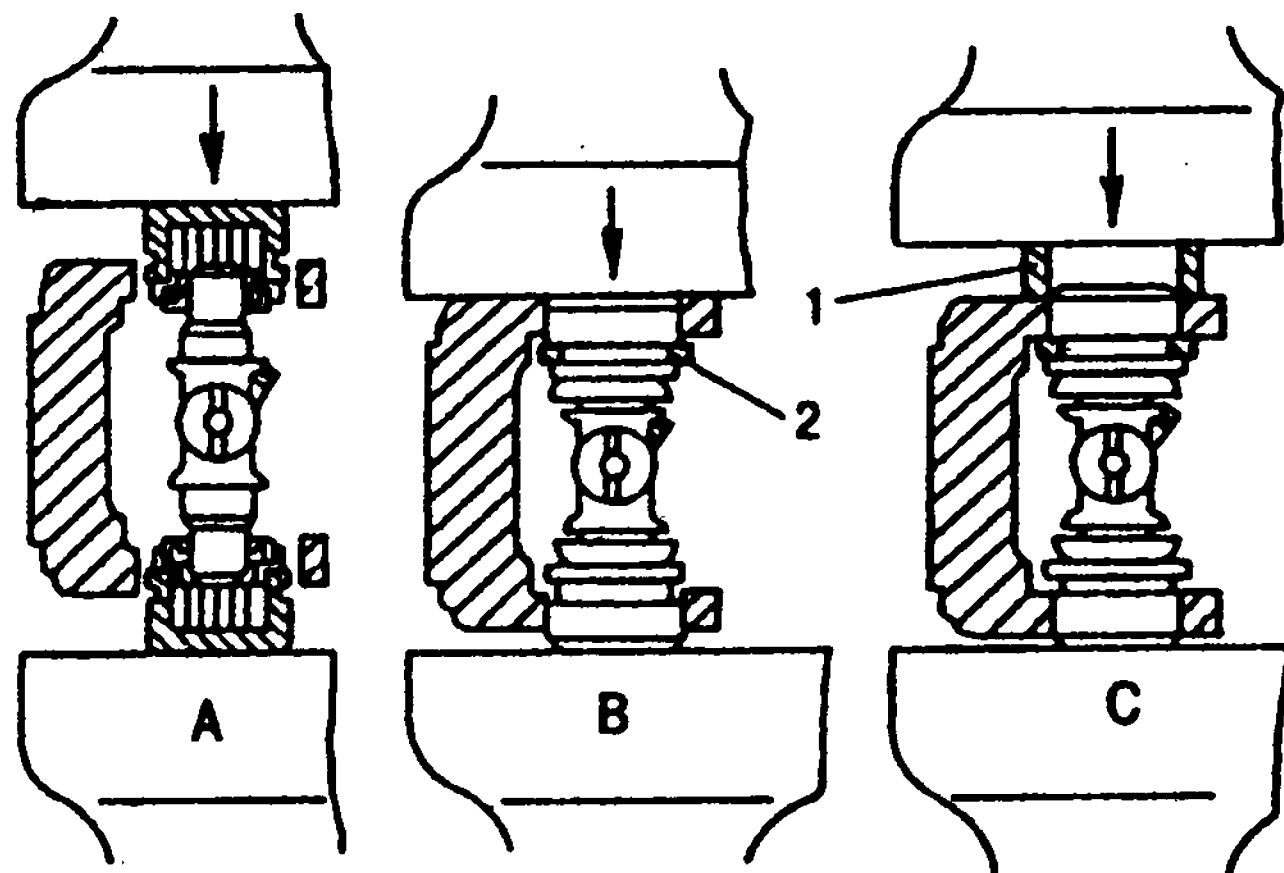

Рис. 7.29. Сборка карданного шарнира; 1 - кольцо; 2 - стопорное кольцо
- вставить подшипники в отверстия вилки, частично надев их на шипы и вращая крестовину в разные стороны, чтобы не допустить их перекоса (рис. 7.29);
- покачивая крестовину, плавно сжимать подшипники до упора (рис. 7.29, а);
- ударом молотка вставить стопорное кольцо 2 в канавку подшипника (рис. 7.29, в). При этом кольцо необходимо придерживать, т.к. возможно его вылетание;
- поставить кольцо-оправку на внешний торец ушка с застопоренным подшипником (рис. 7.29, с) и допрессовать крестовину с подшипниками до упора стопорного кольца в подшипник и вилку, затем вставить второе стопорное кольцо;